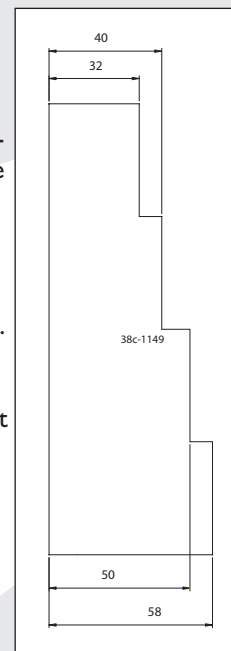

fig. 11
De restrictieschuif en de remplaat zijn los meegeleverd en moeten in het toestel worden geplaatst zoals aangegeven in fig. 12 en fig. 13. Met behulp van de bijgeleverde afstelmal (fig. 11) kan de schuif op de juiste maat afgesteld worden. Na het afstellen kan de restrictieschuif vastgezet worden met de inbusbout. Remplaat plaatsen: indien nodig moet er een remplaat (5) geplaatst worden. Deze wordt met vier parkers (4) gemonteerd aan de vermiculietbak (3). Gebruik de twee slobgaten en het derde en achttiende gat in figuur 13. Alvorens de remplaat te plaatsen, moet deze op twee plaatsen gebogen worden tot een hoek van 90 graden. Zorg ervoor dat de kanting van de remplaat recht onder de rand van de vermiculietbak komt (gelijk ligt, maat 0). Plaats de vermiculietbak met remplaat terug.